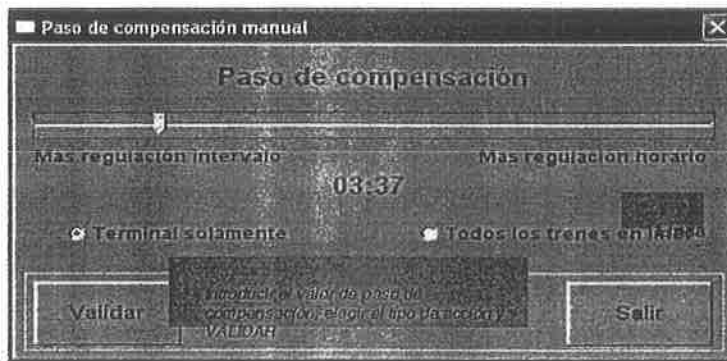

Fig. 23. Ventana " Paso de Compensación - Manual "
• Dar el paso de compensación • Elegir un tipo de acción (terminal únicamente o todos los trenes en Línea) (Ver Fig 23) • Presionar sobre VALIDAR	Regreso a la imagen " Terminal "